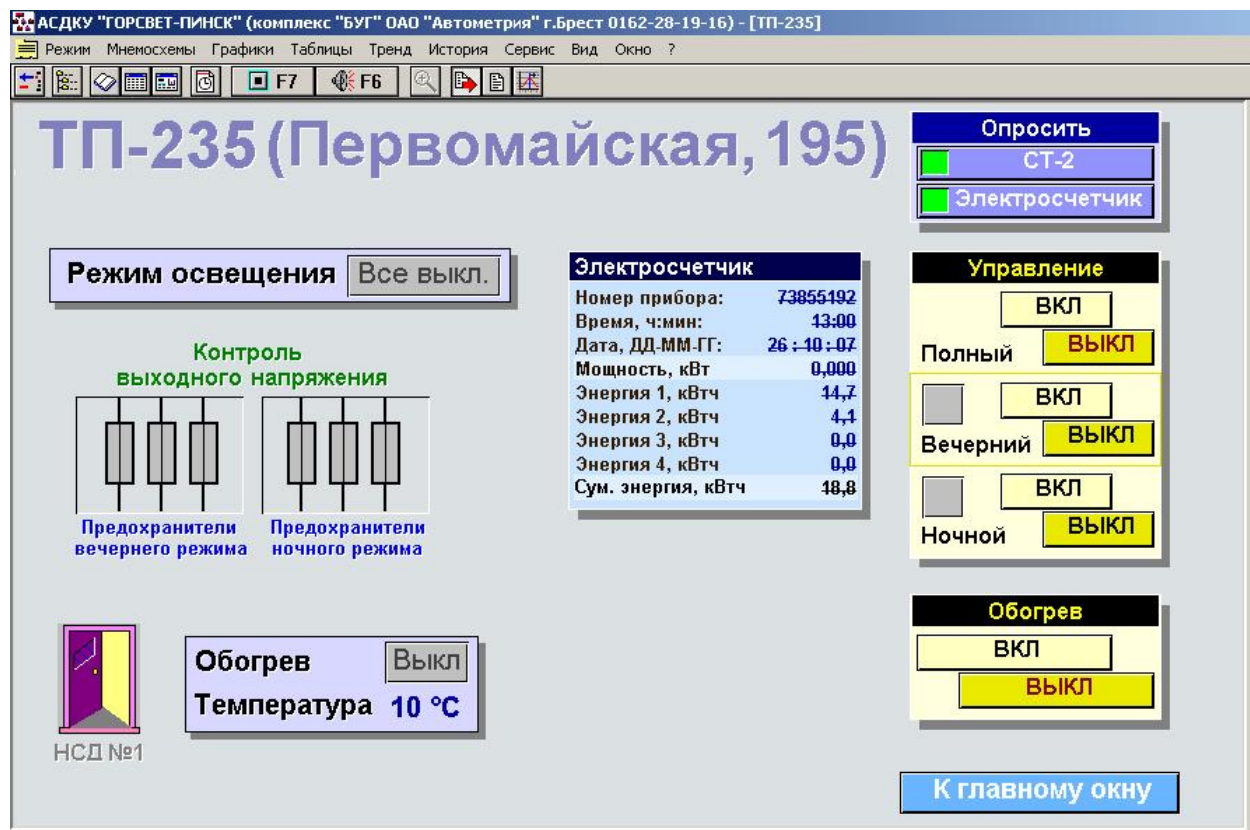

Рис. 5
4.1. Каждый объект контроля представлен в системе собственной мнемосхемой – специальная схема, служащая для отображения в наиболее удобной для восприятия форме, текущего состояния объекта контроля. Как правило, мнемосхема отображается в отдельном экранном окне. На **рис. 5** представлена мнемосхема трансформаторной подстанции.
4.3. Для возврата в общую мнемосхему объектов контроля надо нажать экранную кнопку «К главному окну», расположенную в левой нижней части каждой мнемосхемы (см. **рис. 5**).